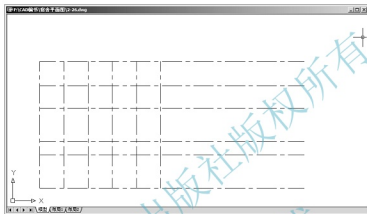

图 2.28 【偏移】命令生成 2 ~ 6 轴线
② 在**选择要偏移的对象或 [退出 (E)/ 放弃 (U)] <退出>**: 提示下, 单击选择 1 轴线, 此时 1 轴线变虚。
③ 在**指定要偏移的那一侧上的点或 [退出 (E)/ 多个 (M)/ 放弃 (U)] <退出>**: 提示下, 单击 1 轴线右侧的任意位置, 则生成 2 轴线。
④ 在**选择要偏移的对象或 [退出 (E)/ 放弃 (U)] <退出>**: 提示下, 单击选择 2 轴线, 此时 2 轴线变虚。
⑤ 在**指定要偏移的那一侧上的点或 [退出 (E)/ 多个 (M)/ 放弃 (U)] <退出>**: 提示下, 单击 2 轴线右侧的任意位置, 则生成 3 轴线。重复④~⑤步操作生成 4、5、6 轴线后按 Enter 键结束命令, 结果如图 2.28 所示。